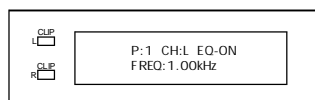

图1.4 参量均衡菜单
- (1) PARAM/PUSH带开关的编码器，在滤波器模式选择“PEQ”时，按压编码器进入参量均衡参数编辑(如图1.4)。